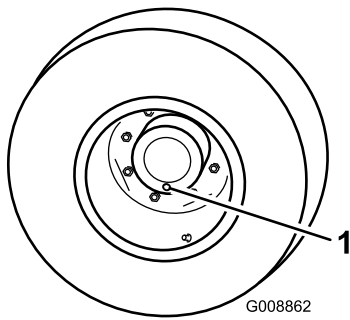

Bild 88
1. Stellen Sie die Maschine auf einer ebenen Fläche ab und positionieren Sie das Rad so, dass sich eine der Prüfschrauben in der untersten Stellung (6 Uhr) befindet (**Bild 88**).